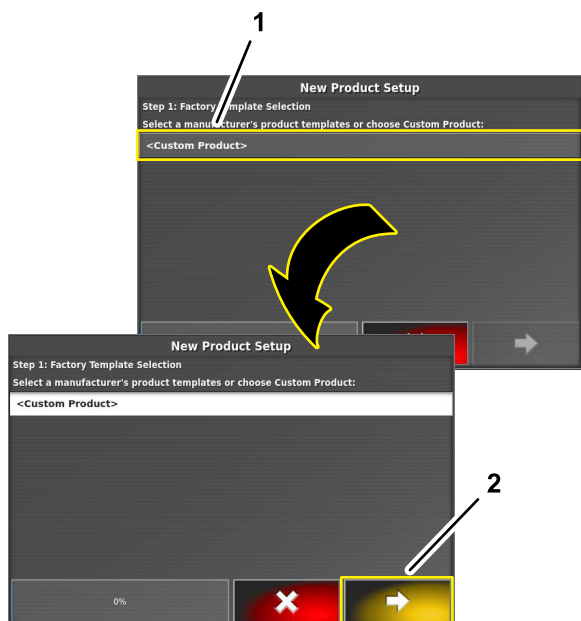

図 117
6. 新しい薬剤の設定ダイアログボックスのステップ 1 で、カスタム製品アイコンを押してからネクストアイコンを押す 図 117。